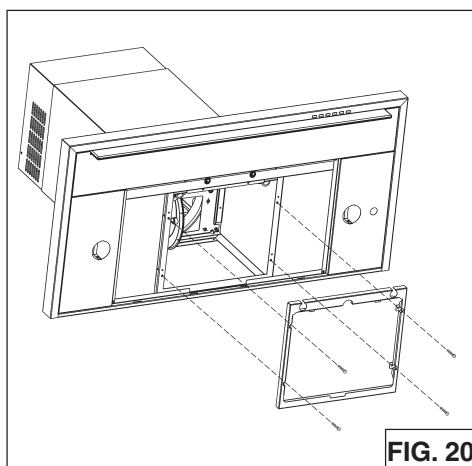

FIG. 20
5. Installez le filtre non canalisé sur le cadre à l'aide de (4) vis de 3,9 x 6 mm (Fig.20).